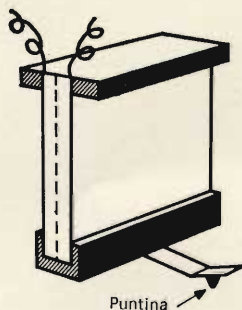

Fig. 11 - Funzionamento di una cartuccia ceramica piezo-elettrica.
- Le cartucce ceramiche piezo-elettriche, infine, sono costituite da due armature incollate su una ceramica piezo-elettrica. Questo complesso viene più o meno deformato in relazione ai movimenti della puntina di lettura e la tensione è disponibile fra le armature - fig. 11.